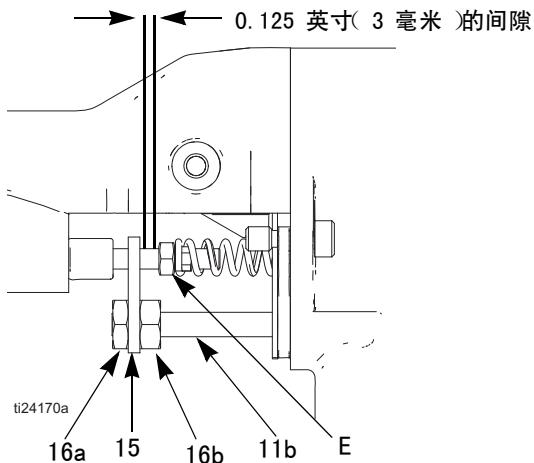

图 33. 致动器臂调节
3. 拆卸安全螺母（16）、致动器臂（15）和调节螺母（16）。参见图 33。
参见图 33。
3. 卸下调节螺母（16a、16b）和致动器臂（15）。参见图 33。